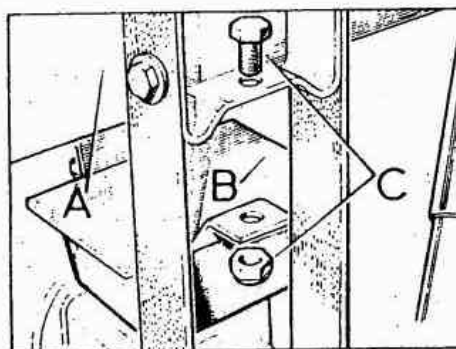

Fig. E -28 Tope amortiguador de caucho
- 1.1. Desmontar el tope, B (Fig. E -28), sujeto a la parte inferior del bastidor, A, por medio del perno, C.